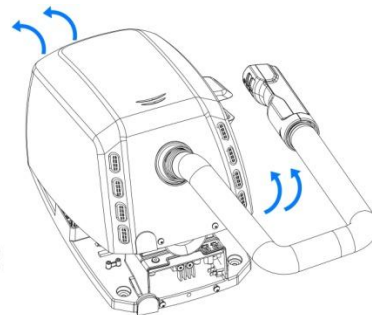

Fig. 3
- Togliere la carcassa tenendola sempre inclinata (Fig. 3) fino a estrarre completamente la linguetta superiore, facendo attenzione a: